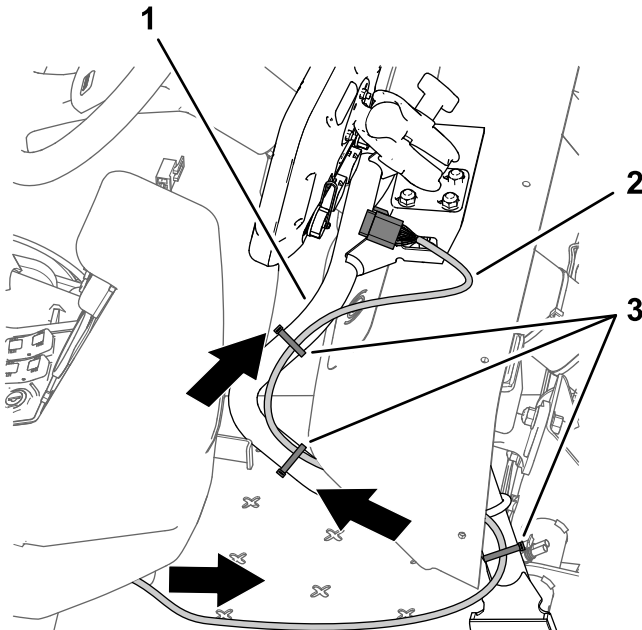

图207
- 沿仪表板下方朝前布置 220cm 数据线束支管带 26 插槽接头的线束支管图207。
- 沿监控器支撑管布置 220cm 数据线束支管图207
- 如图207 所示确保 220cm 数据线束支管足够松驰以便允许打药机操作员调整监控器的位置并用扎带将线束固定至监控器支撑管。